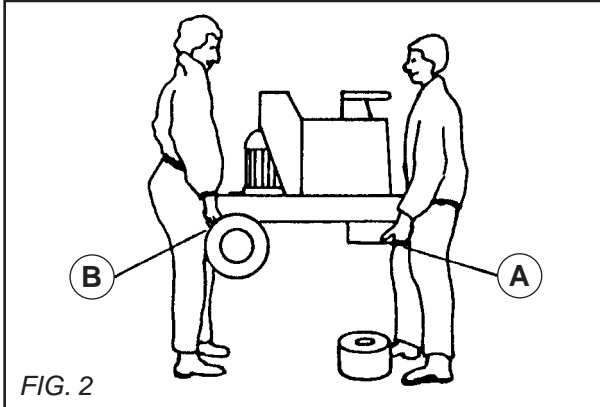

FIG. 2
- L'emplacement des mains est prévu sur le moyeu avant (A), ainsi que sur l'arrière de la machine (B). Lors de cette manœuvre le plateau reste au sol [VOIR FIG. 2].